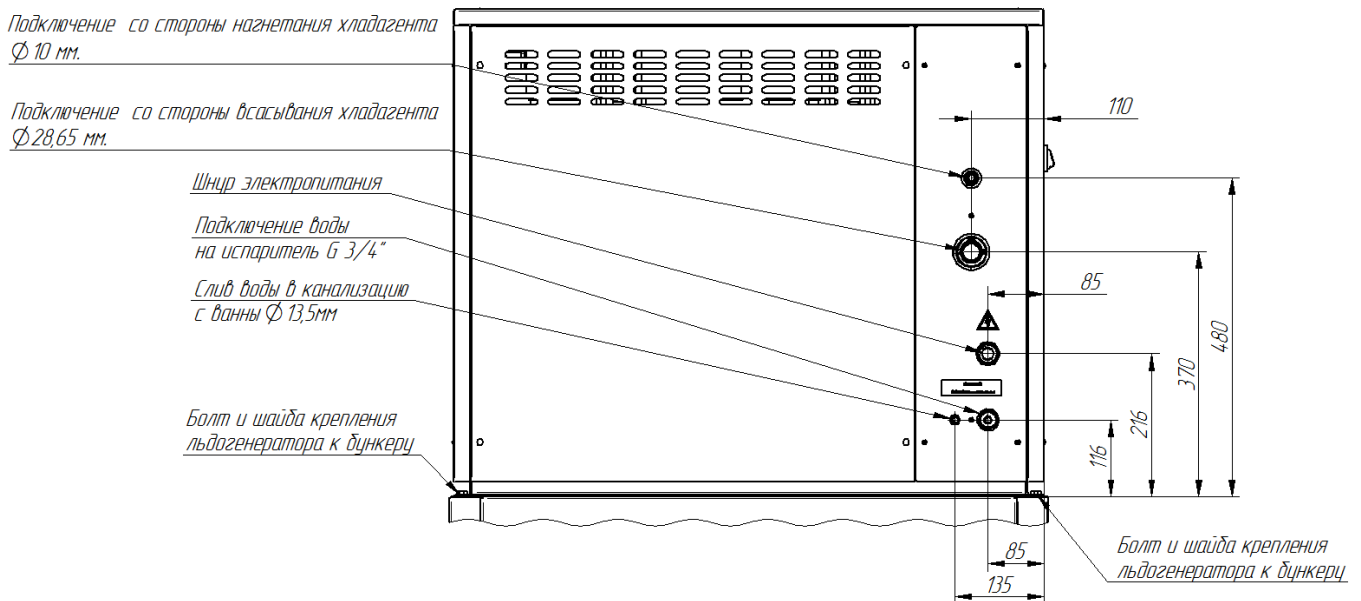
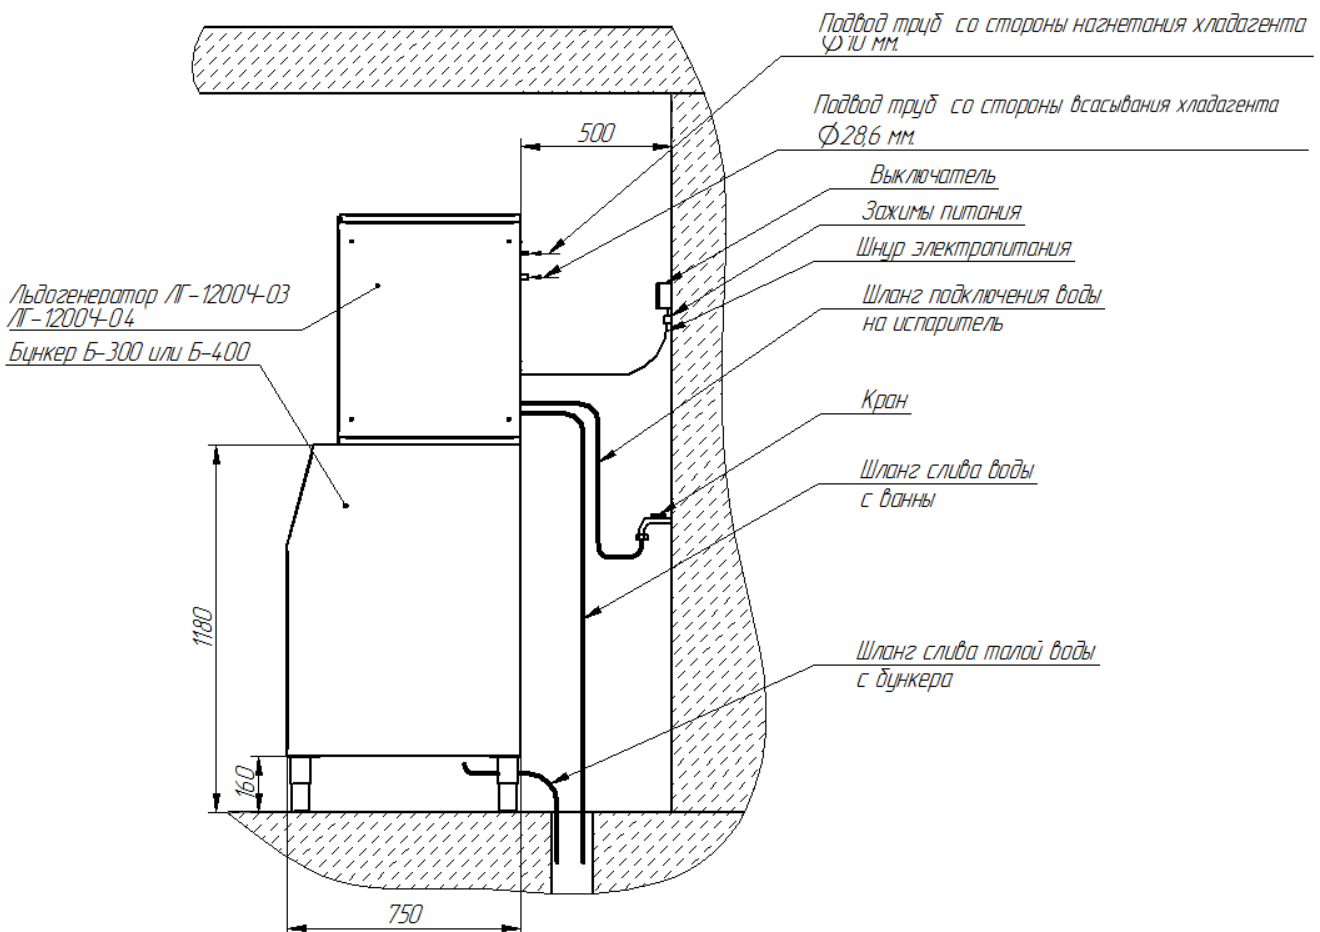

Рис. 5 Схема подключения льдогенератора.
Рис. 6 Схема подключения льдогенератора с бункером Б-300 или Б-400.
- подключить льдогенератор к системе централизованной подачи хладагента (ЛГ-1200Ч-04) или к агрегату (ЛГ-1200Ч-03) (рис. 5, 6)
- подключить изделие к системе канализации через штуцер слива воды с ванны и штуцер для слива талой воды с бункера Б-300 или Б-400 (рис. 5, рис. 6). Убедиться, что сливной шланг находится ниже, чем выход на задней панели льдогенератора и основания бункера, чтобы вода могла стекать.
ВНИМАНИЕ! При сливе воды из ванны, конденсатора и бункера, необходимо организовать разрыв струи, обеспечив воздушный промежуток не менее 20 мм между концами сливных шлангов и краем принимающей трубы (рис. 5, рис. 6).